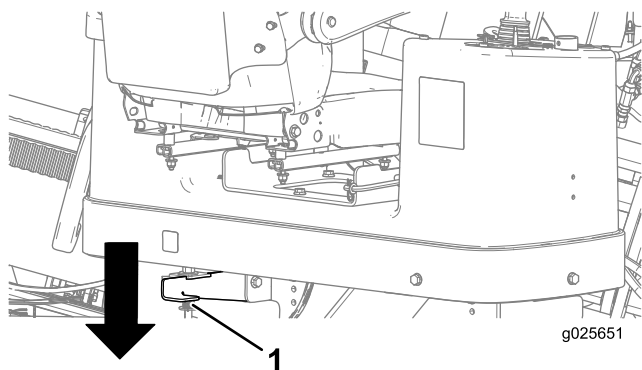

Рисунок 77
5. Нажмите вниз на заднюю защелку фиксации платформы оператора и отведите ее в сторону в нужное положение, убедившись в ее фиксации на месте (Рисунок 77).